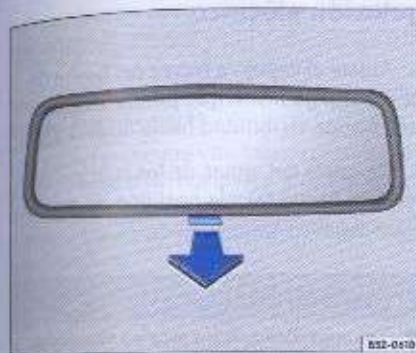

Fig. 73 Detalle de la palanca de la posición antideslumbrante
- Tire de la palanca ⇒ fig. 73 -flecha-, para evitar el antideslumbramiento de los faros de los vehículos que transitan atrás.